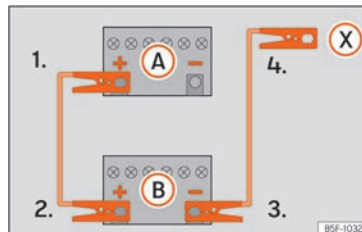

Fig. 82 Schéma de branchement pour les véhicules non équipés du système Start-Stop.
(A) » fig. 82.
- 4a. *Sur les véhicules sans système Start-Stop* : raccordez une extrémité du câble d'urgence *noir* à la borne négative (-) du véhicule fournissant le courant **(B)** » fig. 82.